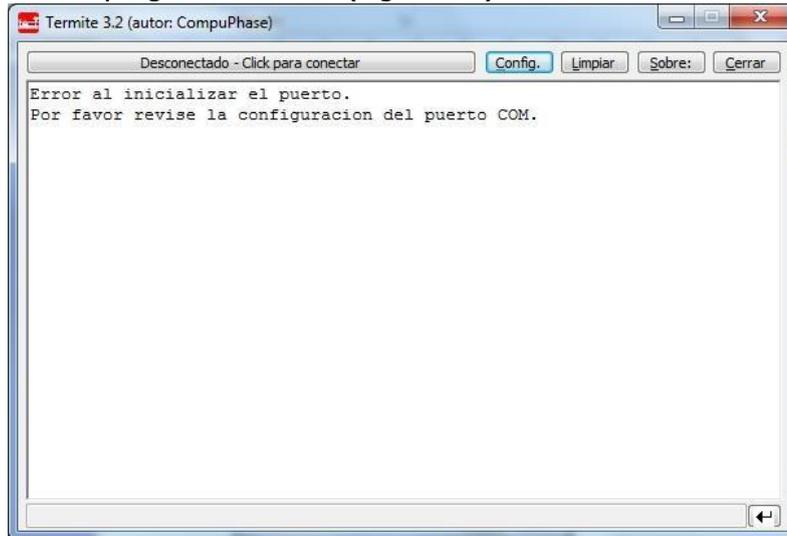

Figura 5.3 – Pantalla de inicio del Termite
- 3- Abra el programa Termite (Figura 5.3)